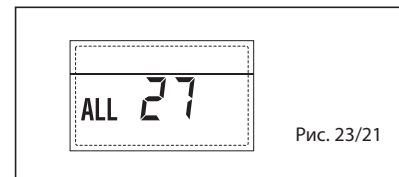

Рис. 23/21
– **СРАБАТЫВАНИЕ ПРЕДОХРАНИТЕЛЬНОГО ТЕРМОСТАТА ПЕРВОЙ СМЕШАННОЙ ЗОНЫ «ALL 20» (рис. 23/14)**